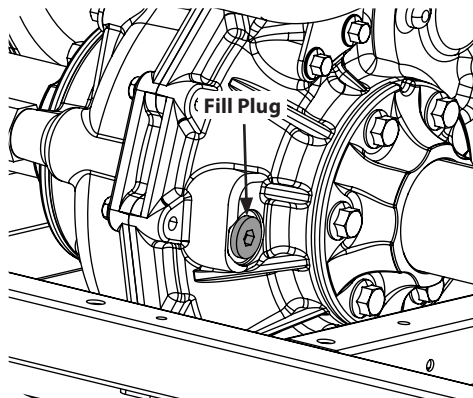

Figure 4-6
7. Remove fill plug. See Figure 4-6.
9. Re-Install fill plug. See Figure 4-6.